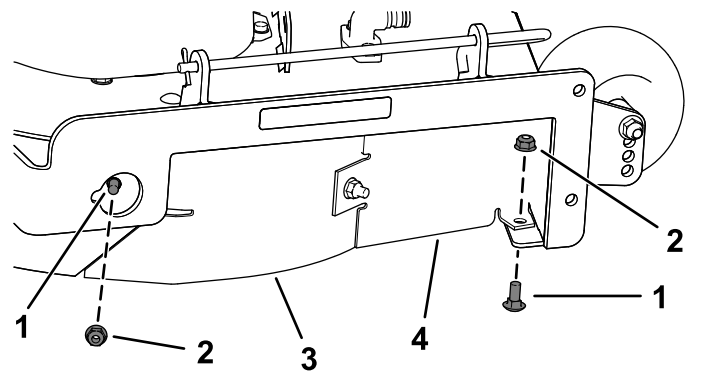

Figura 13
7. Remova os dois parafusos de carroçaria (5/16 x 3/4 pol.) e as duas porcas de bloqueio (5/16 pol.) que prendem o abafador direito e a proteção do abafador à plataforma do cortador (Figura 13).